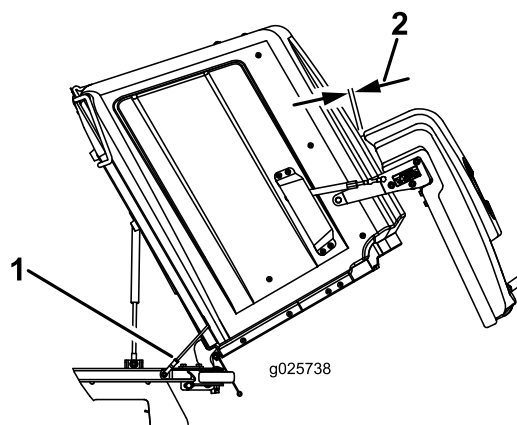

Figure 14
2. Desserrez l'écrou de blocage situé près de la chape au bout du câble/axe de volet de trémie, de chaque côté et tournez l'axe jusqu'à ce que le volet arrière présente un jeu de 3,2 à 9,5 mm (1/8 à 3/8 po), comme montré à la Figure 14.